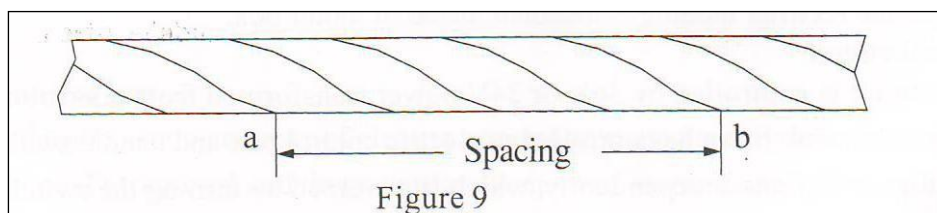

Figura 9
- b. Cablul de oțel trebuie înlocuit atunci când numărul de ruperi din limitele „ab” atinge 5 (vezi figura 9). Atunci când apare coroziunea sau abraziunea pe suprafața cablului, standardul pentru înlocuire se scade direct proportional. Procentajul reducerii este că numărul maxim de ruperi de 5 ori procentajul coroziunii sau abraziunii de pe suprafața cablului de oțel.